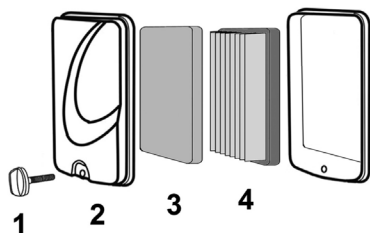

Рис. 19 Обслуживание воздушного фильтра PC5431F
1. Выкрутите болт (1) и снимите крышку воздушного фильтра (2) (Рис. 19).
2. Извлеките предварительный поролоновый (3) и основной бумажный (4) воздушный фильтры (Рис. 19).
4. При незначительном загрязнении промойте предварительный поролоновый фильтр (Рис. 19 п. 3) теплым мыльным раствором и просушите. Поврежденный или сильно загрязненный поролоновый фильтр замените.
Бумажный фильтрующий элемент (Рис. 19 п. 4) не подлежит очистке, необходима его замена. Не продувайте основной бумажный фильтр сжатым воздухом, не мойте его в бензине и других растворителях. Эксплуатация двигателя с грязным или поврежденным воздушным фильтром, или без воздушного фильтра приведет к попаданию грязи и пыли в карбюратор и двигатель, что в свою очередь, станет причиной его быстрого износа. Двигатель в этом случае не подлежит ремонту по гарантии.